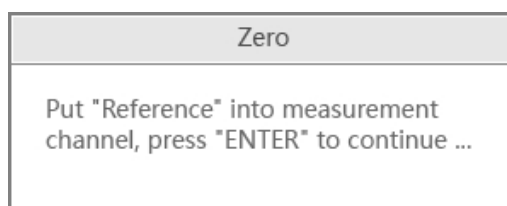

Fig. 6-7 Faire le vide
- 2 Conformément à l'invite (figure 6-7), placez la "référence" dans le canal de mesure, fermez la salle d'échantillonnage et appuyez sur **"ENTER"** pour effectuer la mise à blanc.